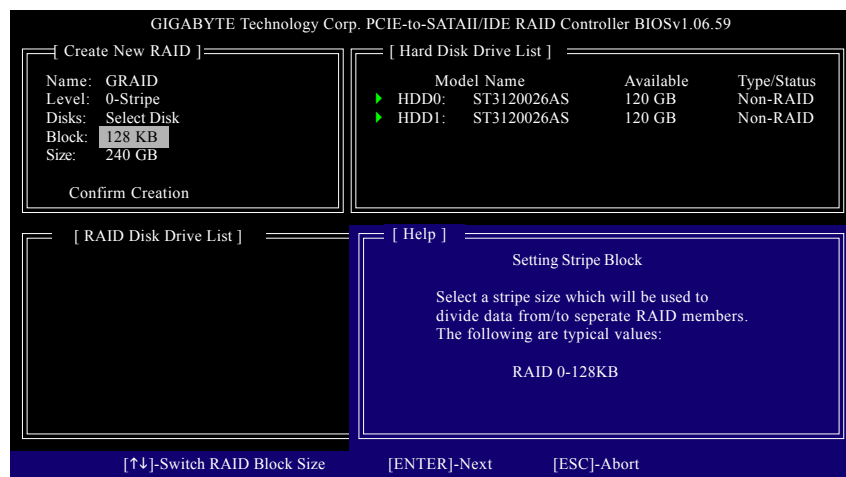

図 6
4. **ブロックサイズの設定 (RAID 0 のみ)**: Block(ブロック) アイテムの下で、上または下矢印キーを使用してストライプブロックサイズを 4 KB ~ 128 KB の間で選択します (図 6)。<Enter> を押します。